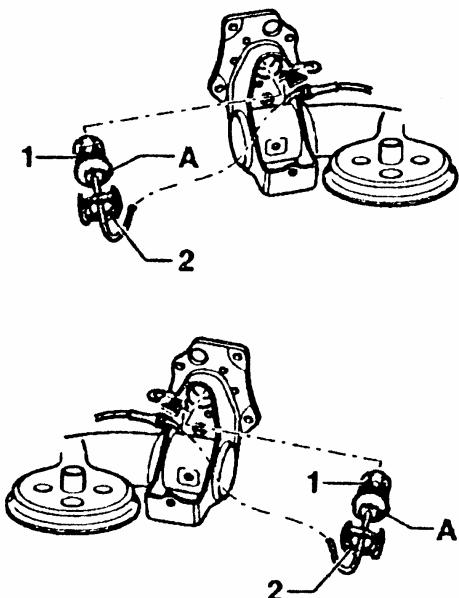

图 13-30 压入转速传感器
- (1) 安装前，用制动分泵膏 (G000 650) 涂转速传感器的 O 型环。
- (2) 压入 ABS 转速传感器。对于左车轮，凸缘 A 朝前；对于右车轮，凸缘 A 朝后，如图 13-30 所示。